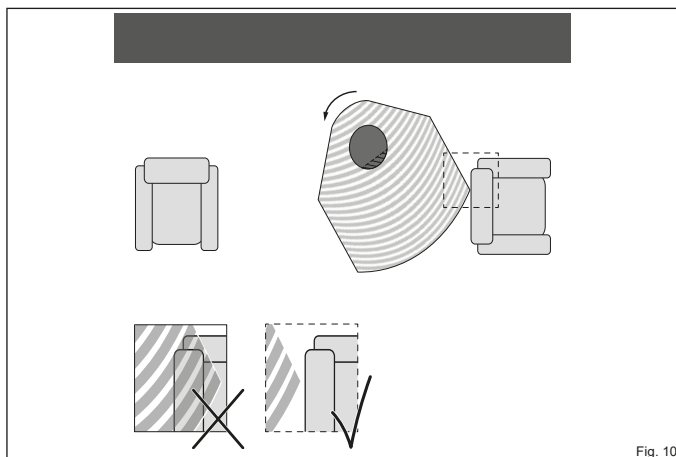
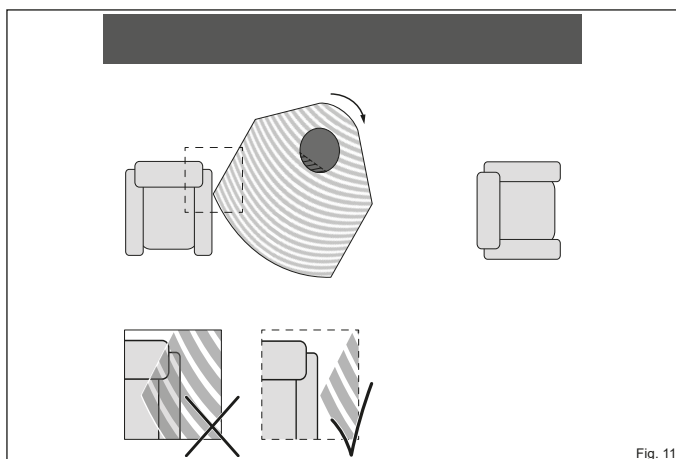

Fig. 10
Fig. 11
- Aucun matériau inflammable, par ex. un meuble, ne doit se trouver dans la zone de rayonnement située dans l'angle de rotation paramétré pour le poêle. (Fig. 10 et Fig. 11).